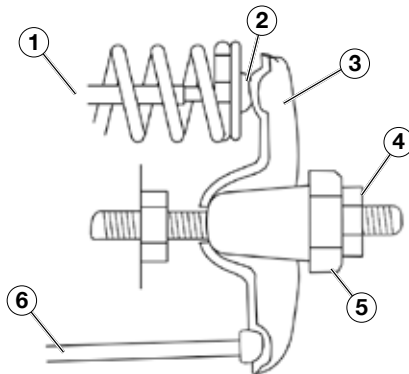

Figure 20
5. Insérez une jauge d'épaisseur entre le culbuteur et la tige de soupape et vérifiez le jeu (voir la figure 20). Voir le tableau 2 pour les spécifications du jeu de soupape